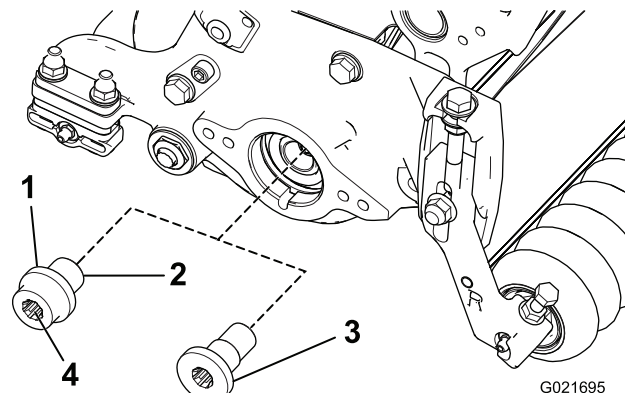

Bild 8
15. Nehmen Sie mit dem Werkzeug für die Spindelantriebswelle den Keileinsatz von der Spindelmotorseite der Spindelwelle ab (Bild 8).
16. Montieren Sie den neuen (längeren) Keilansatz an der Spindelwelle (Bild 8). Schmieren Sie 242 Loctite (blau) vor dem Einbau auf das Gewinde. Ziehen Sie die Befestigungen mit 115-128 Nm an.
17. Füllen Sie das Ende des Einsatzes mit Allzweckschmiermittel (Bild 8).